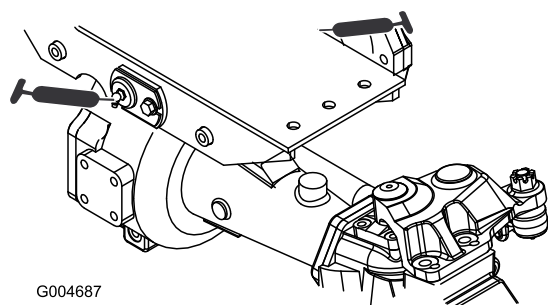

Figure 39
- Bagues de pivot d'essieux avant et arrière (2) (Figure 39)